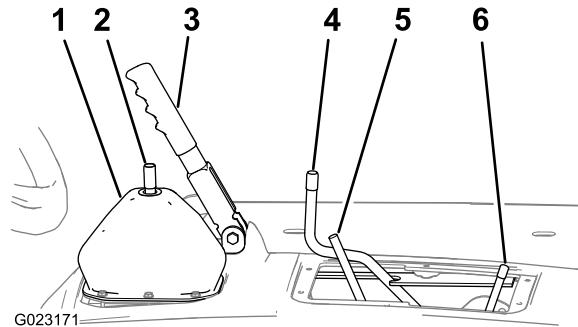

Bild 11
2. Bewegen Sie die Stange für die Differenzialsperre nach vorne und rechts, um sie in der aktivierte Stellung zu arretieren (Bild 11).
1. Aktivieren Sie die Feststellbremse (Bild 11).